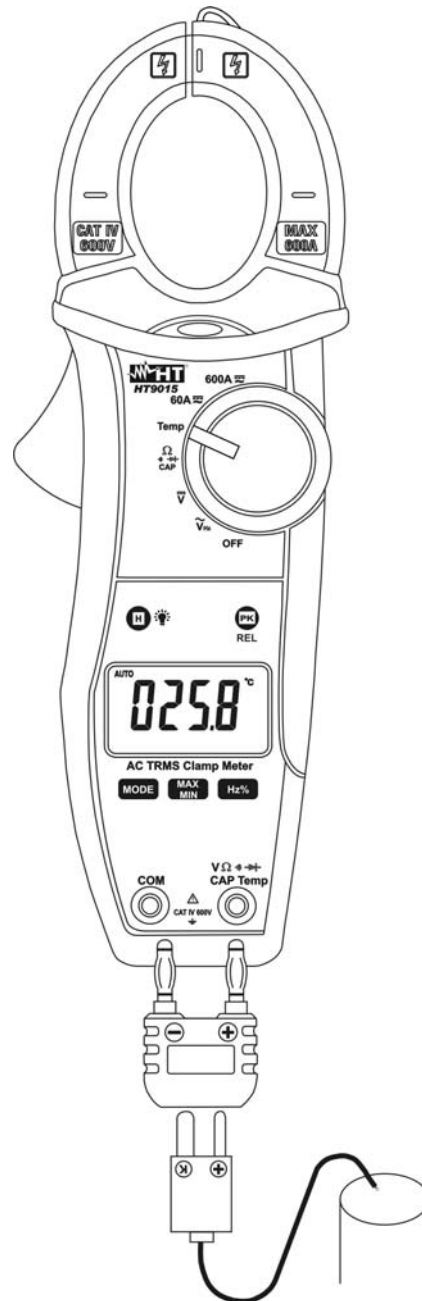

Abb. 8 Temperaturmessung
3. Verbinden Sie den Temperaturfühler Type K mit der **VΩ⊗Hz%Temp** und **COM** Eingangsbuchse unter Berücksichtigung der korrekten Polarität (siehe Abb.8). Der Temperaturwert wird nun im Display angezeigt.